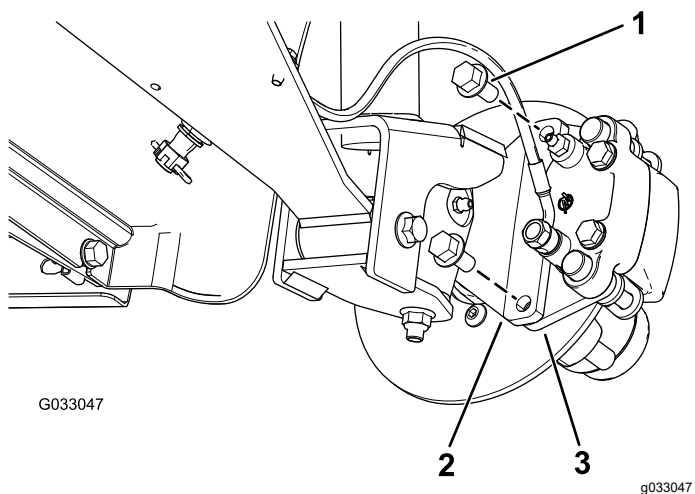
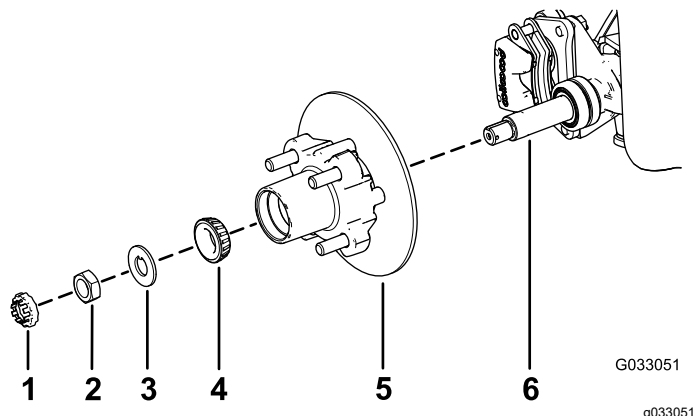

Figura 26
Figura 30
3. Retire los pernos con arandela prensada ($\frac{3}{8}$ " x $\frac{3}{4}$ ") que sujetan el soporte del conjunto de freno al eje y separe el freno del eje (Figura 26).
1. Aplique una ligera capa de grasa del tipo especificado en el eje (Figura 30).
2. Monte el cubo y el rotor en el eje con el rotor hacia dentro (Figura 30).
3. Monte el cojinete exterior en el eje y acople el cojinete al anillo de rodadura exterior (Figura 30).
4. Monte la arandela con pestaña en el eje (Figura 30).
5. Enrosque la tuerca en el eje y apriete la tuerca a 15 N·m, girando el cubo para asentar el cojinete (Figura 30).
2. Alinee las pastillas de freno en cada lado del rotor (Figura 26) y los taladros del soporte de la pinza con los taladros de montaje del freno de la mangueta (Figura 30).
3. Sujete el soporte de la pinza a la mangueta (Figura 26) usando los 2 pernos con arandela prensada ($\frac{3}{8}$ " x $\frac{3}{4}$ ").